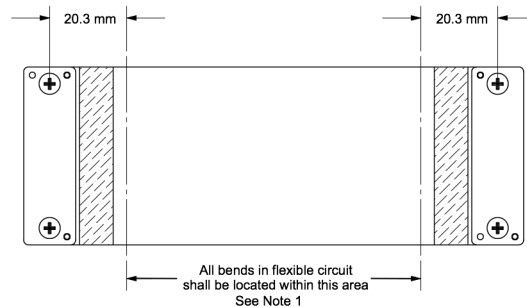

図 1-5. フレックス ケーブルの図
- ケーブルを、図 1-5 に記載されている部分の外側 (コネクタ プレートの中央から 20.3mm 以内の部分) で曲げる。